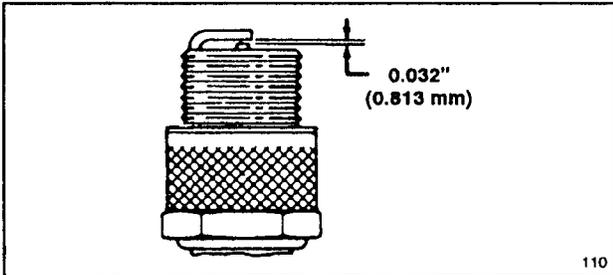

Figure 14
3. Régler l'écartement de l'électrode à 0,8 mm (0,032 pouce) (fig. 14). Installer la bougie ainsi préparée et le joint d'étanchéité. Serre à un couple de 13,6 N·m (10 pieds-livres).